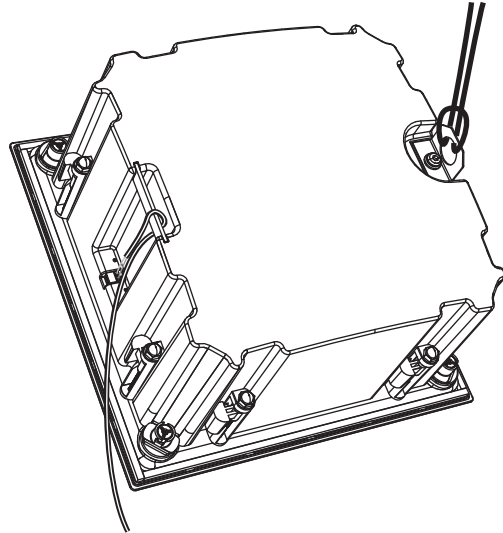

Fig. 16. Connecting the secondary safety to the back can
1. Con lo schienale cablatto correttamente come mostrato sopra, collegare un cavo di sicurezza secondario all'anello di montaggio in metallo sul retro dello schienale. L'altra estremità del cavo di sicurezza secondario deve essere fissata a un punto di montaggio resistente adatto nel soffitto (Fig.16).